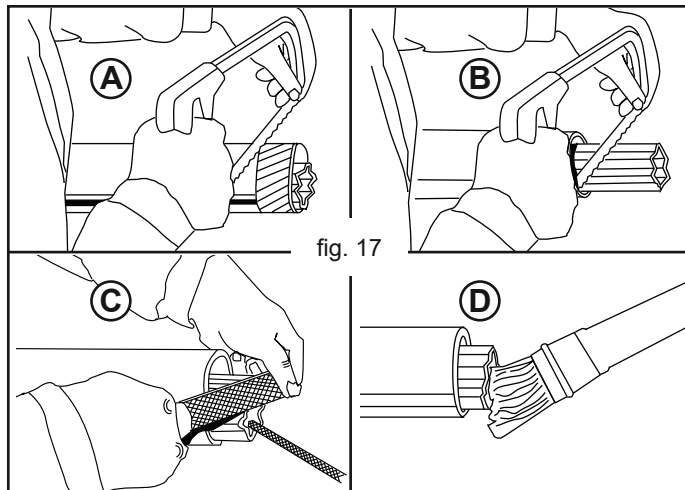

fig. 17
- 3) Die Teleskoprohre auf die ermittelte Position kürzen (A-B, Abb. 17) (der überschüssige Teil muss bei beiden Rohren gleich lang sein), entgraten und reinigen (C, Abb. 17) und die Innenseite des äußeren Rohrs schmieren (D, Abb. 17).